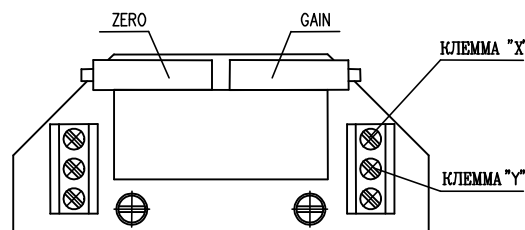

Рис. 8
3.4.2 EPV - 3-проводниковое включение (рис.8)
- Установите датчик сопротивления на основании инструкций в предыдущей главе так, что величину сопротивления измеряйте на клеммах X-Y (рис.8). (употреблен датчик с сопротивлением 2000 или 100)
- Поворачиванием устанавливающего триммера ZERO (рис.8) установите величину выходного сигнала тока, измеряемого на клеммах 81-82, на величину 0 мА или 4 мА.
- Поворачиванием устанавливающего триммера GAIN (рис.8) установите величину выходного сигнала тока, измеряемого на клеммах 81-82, на величину 20 мА или 5 мА.